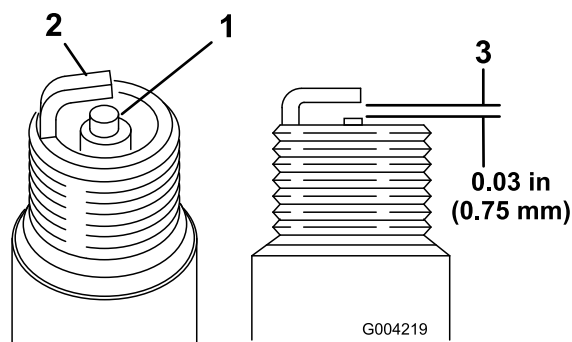

Bild 35
- Sehen Sie sich die Mitte der Zündkerzen an (Bild 35). Wenn der Kerzenstein hellbraun oder grau ist, ist der Motor richtig eingestellt. Eine schwarze Schicht am Kerzenstein weist normalerweise auf einen schmutzigen Luftfilter hin.
- Prüfen Sie den Abstand zwischen den mittleren und seitlichen Elektroden (Bild 35).
- Verbiegen Sie die seitliche Elektrode (Bild 35), wenn der Abstand nicht stimmt.